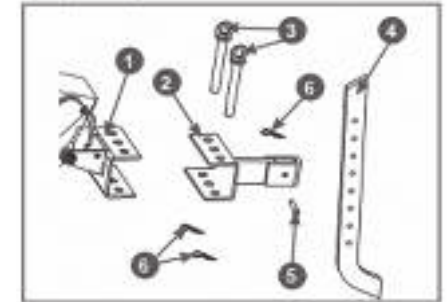

Рис. 11 Установка сошника
3. Установите в кронштейн 1 рамы мотоблока кронштейн 2 сошника (Рис. 11). Совместите отверстия в кронштейнах рамы и сошника и вставьте пальцы 3. Зафиксируйте пальцы 3 шплинтами 6 (Рис. 11)
4. Установите сошник 4 в кронштейн 2 сошника (Рис. 11). Вставьте сошник между пластинами кронштейна, совместите нужное отверстие в сошнике с отверстием в кронштейне и вставьте палец 5 крепления сошника (Рис. 11). Зафиксируйте палец шплинтом 6 (Рис. 11).